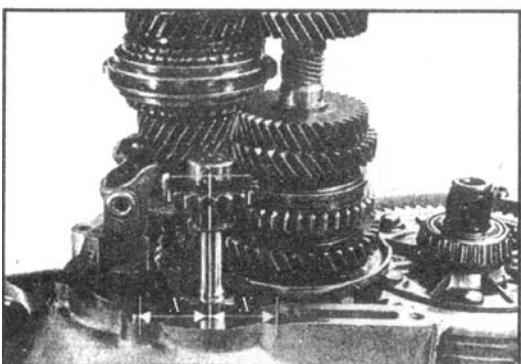

图 4-39 安装变速器 (八)
(8) 安装惰轮轴, 如图 4-39 所示, X 值必须相等。